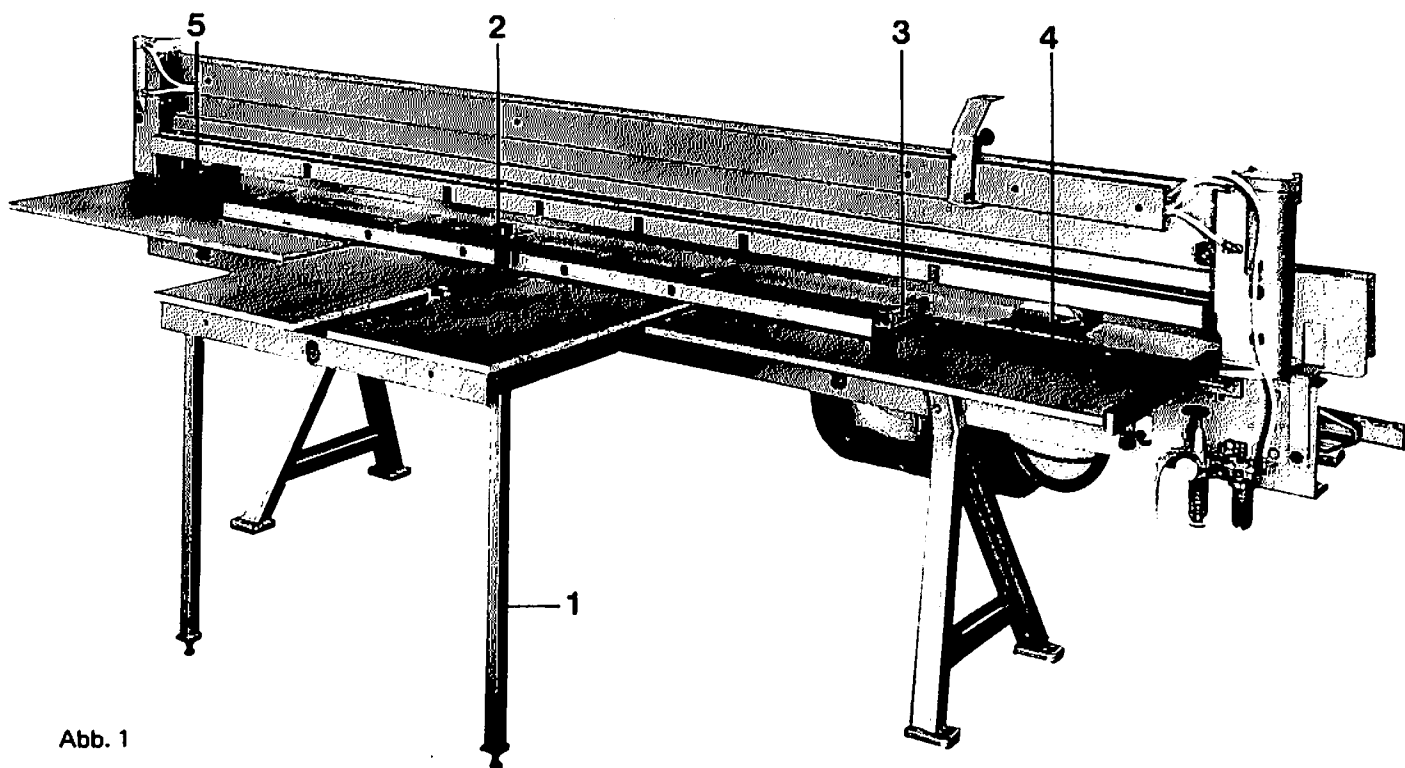
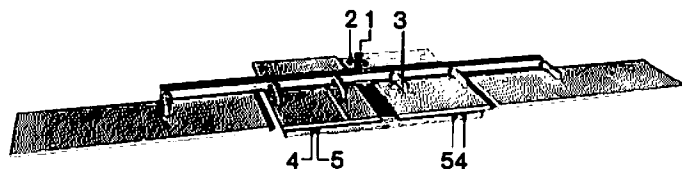

Abb. 1
Abb. 2
Der Präzisionsanschlagtisch HP 862 ermöglicht in Verbindung mit der Füge- und Feinschnittmaschine FM 8 das präzise Sägen von Furnieren, vor allem von Furnier- oder Kunststoffstreifen für das spätere Kantenverleimen. Die wesentlichsten Teile des Tisches sind eine exakte Rohrführung für das Parallelanschlaglineal mit den 6 aufgeschraubten Aluminium-Anschlagfingern (Abb. 1, Pos. 3) sowie die Zentralverstellung (Abb. 1, Pos. 2). Diese Zentralverstellung ermöglicht das Einstellen auf genauestes Maß und die Arretierung des Anschlaglineals von der Bedienungsseite der Füge- und Feinschnittmaschine aus. Ein exaktes Maß erhalten Sie aber nur dann, wenn Sie bei der Montage des Tisches die folgenden Punkte genau beachten:
- Dann werden die beiden Füße innen seitlich (Abb. 1, Pos. 1) an dem Führungsrahmen des Präzisionsanschlagtisches befestigt und der komplette Tisch an der Maschinenrückseite in die dafür vorgesehenen Befestigungsbohrungen eingehangen. Die Befestigungsschrauben (Abb. 2, Pos. 4) sind verdeckt in die Tischfläche eingelassen. Anschließend wird der Tisch mit der Wasserwaage mit Hilfe der Stellschrauben an den Füßen in Ebene zur Maschine ausgerichtet. Sollte sich zwischen Oberkante Auflagetisch und Oberkante Auflageholz eine Differenz ergeben, so kann diese mit Hilfe von Unterlagscheiben ausgeglichen werden.
unbedingt darauf zu achten, daß sich die Anschlagfinger genau in den Aussparungen bewegen können. Die Verstellung erfolgt mittels der Schrauben in den Langlöchern (Abb. 2, Pos. 4 und 5).
Anschließend müssen die Befestigungsschrauben sowie die Schrauben und Muttern in den Langlöchern am Befestigungswinkel (Abb. 2, Pos. 5) des Tisches fest angezogen werden.
- c) Die Feineinstellung der Parallelität der Anschlagfinger zur Schnittkante geschieht am Schlitten der Zentralspannung. Zuerst sind die von der Maschine aus gesehen hinter dem Klemmhebel (Abb. 2, Pos. 1) angebrachten 2 Sechskantschrauben (Abb. 2, Pos. 2) zu lösen. Dann können die am Ende der Schlittenführung angebrachten 2 M 6-Schrauben mit Kontermuttern so eingestellt werden, daß die Anschlagfinger absolut parallel zur Schnittkante stehen. Sechskantschrauben anschließend wieder fest anziehen.
- d) Nun wird der Zeiger des Parallelanschlages (Abb. 2, Pos. 6) auf die ϕ -Marke des Maßstabes eingestellt. Ist dies geschehen, dann entspricht jedes eingestellte Maß genau der Entfernung zwischen Vorderkante der Finger und der Schnittkante der Füge- und Feinschnittmaschine.
- e) Zum Schluß werden dann die beiden Auflagebretter links und rechts (Abb. 1, Pos. 4 und 5) mit den mit-